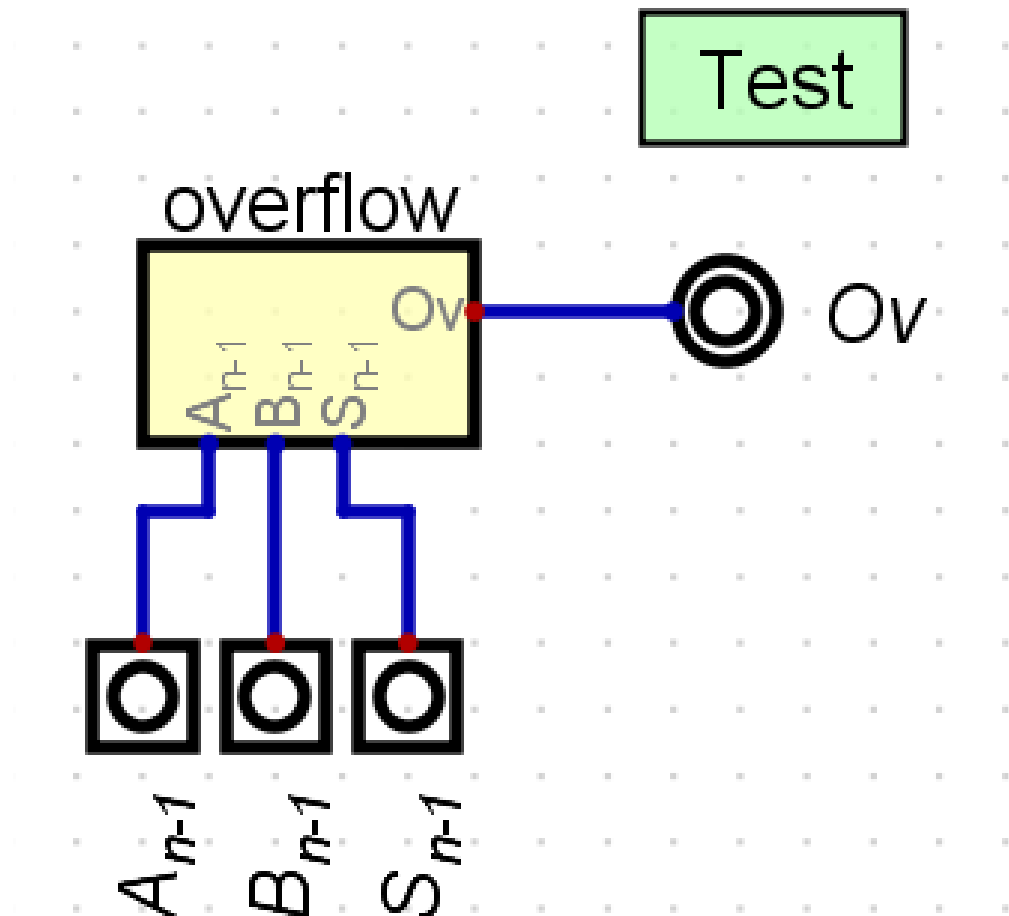

Figura 8. Ejemplo de uso del componente overflow
- Conecta las entradas y salidas como se indican en la figura 8.